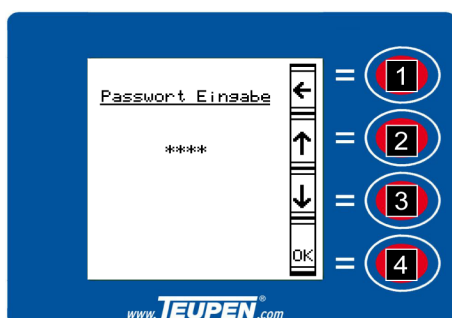

Fig. 65: Saisie du mot de passe
1. → Appuyer sur la *[touche de fonction]* (Voir la Fig. 65/4).
2. → Sélectionner le chiffre souhaité avec les *[touches de fonction]* (Voir la Fig. 65/2 et 3).
3. → Confirmer le chiffre sélectionné avec la *[touche de fonction]* (Voir la Fig. 65/4).
→ Retourner au menu principal avec la [touche de fonction] (Voir la Fig. 65/1).